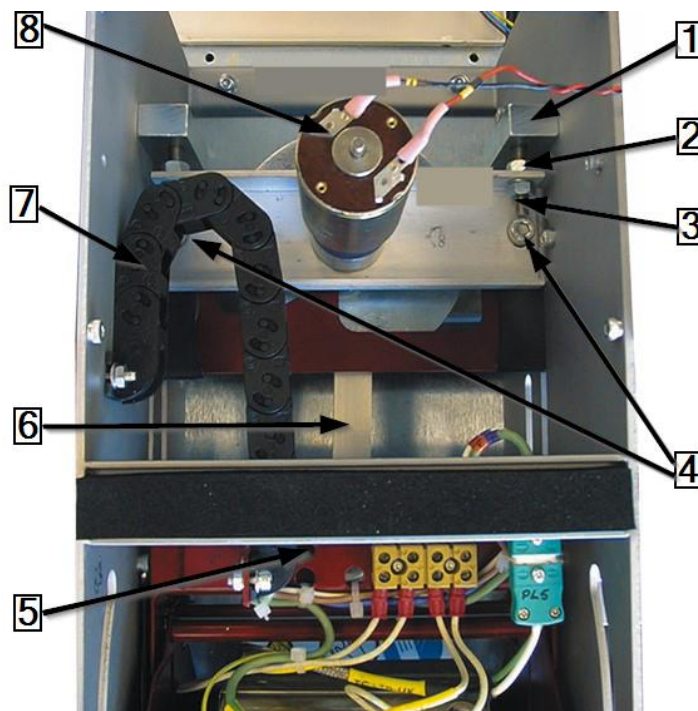

Abb. 77 : Motor alkatrészcsoport (Elülső nézet)
- Az alábbi leíráshoz lásd Abb. 77 : Motor alkatrészcsoport (Elülső nézet), oldalszám 111). Lazítsa meg a M6x40 biztonsági anyacsavarokat (2) pozícionáló csavaroknál (3) a motor csapágházaknál és távolítsa el a pozícionáló csavarokat.
- Lazítsa meg a 2 rögzítő csavart (4), amelyek az alaplapot a motor alkatrészcsoporthoz rögzítik.
- Vegye ki a motor szögemelő hátsó forgó csapjait (1) (lásd alább), a motor szögemelőből.